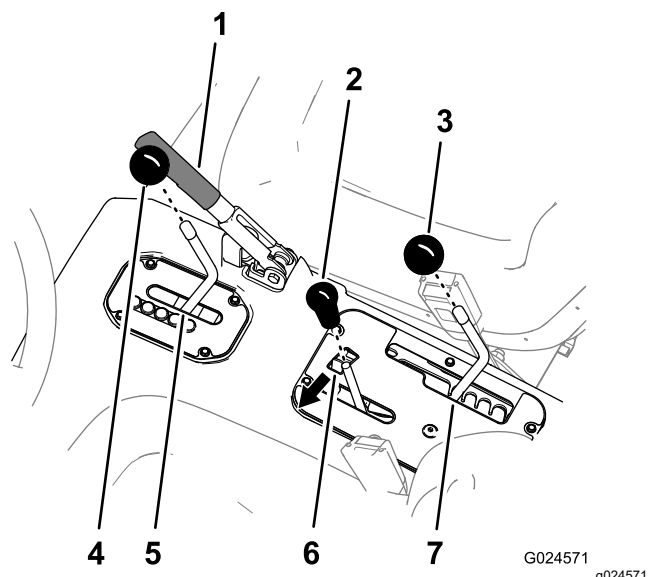

Рисунок 4
1. Снимите все рукоятки рычагов консоли и рычага переключения передач, отвернув их против часовой стрелки (Рисунок 4).